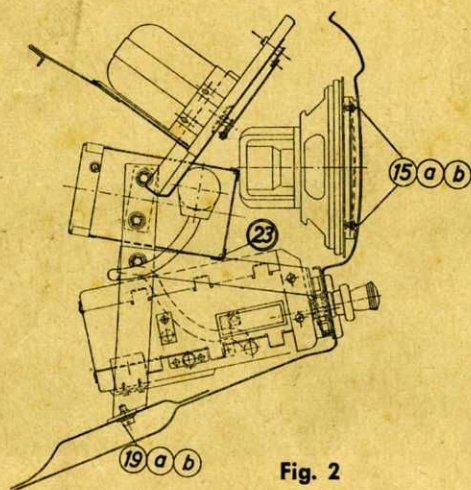

Fig. 2
- Stromversorger: Siehe Fig. 2.